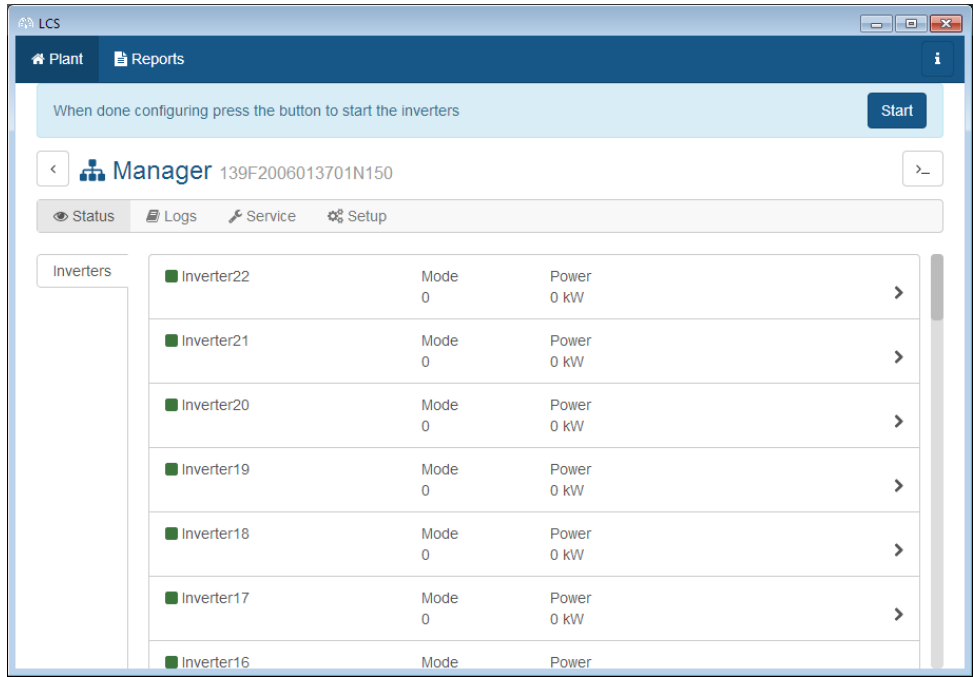

Abbildung 3.9 LCS Tool - Liste aller an den Wechselrichtermanager angeschlossenen Wechselrichter
- 9. Ein grünes Quadrat macht den in Betrieb genommenen Wechselrichter kenntlich. Die Wechselrichter werden jedoch erst mit dem Netz verbunden, wenn der ‚Start‘-Befehl von der Leiste unterhalb des Startmenüs erfolgt ist. Siehe *Abbildung 3.9*.